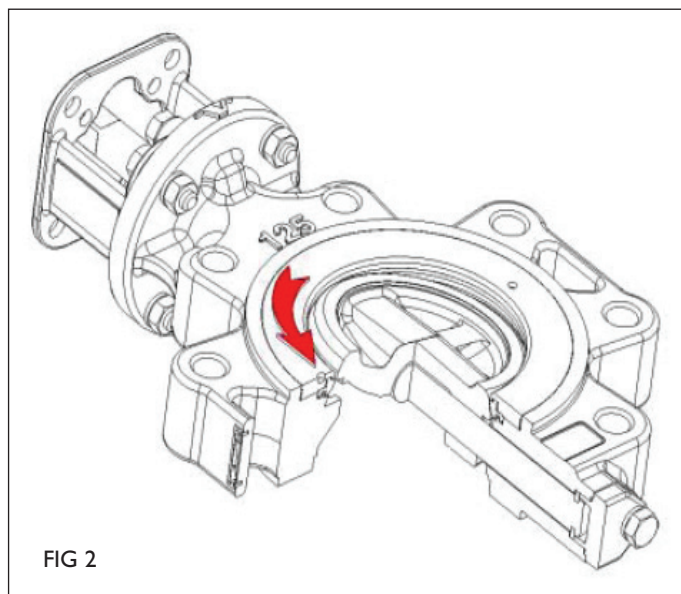

FIG 2
d. Öppna ventilen något, till position 10 grader, lossa fixeringsringen genom att vrida den moturs och ta bort hållaren. Om hållaren sitter fast, använd en sexkantnyckel eller krysspårmejsel för att hålla fast hållarens hål och vända upp hållaren (fig. 2).